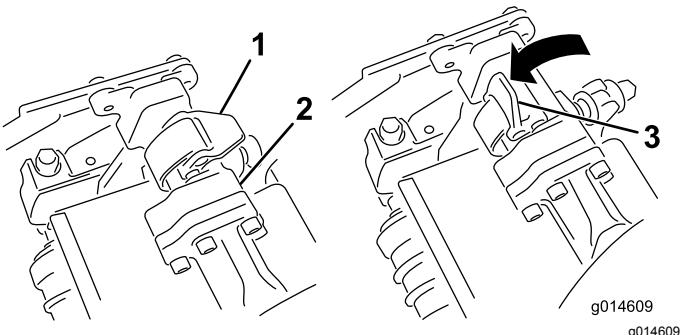

Figura 53
4. Com os fechos na barra do braço de suspensão a apontar para cima (i.e. abertos) (Figura 53), empurre o braço de suspensão para baixo de forma a que a barra passe pela barra através da parte superior da unidade de corte (Figura 54).
5. Feche os fechos para baixo e em redor da barra da unidade de corte e bloqueeie-os no sítio (Figura 53).
5. Abra os fechos na barra do braço de suspensão da unidade de corte que está a remover (Figura 53).